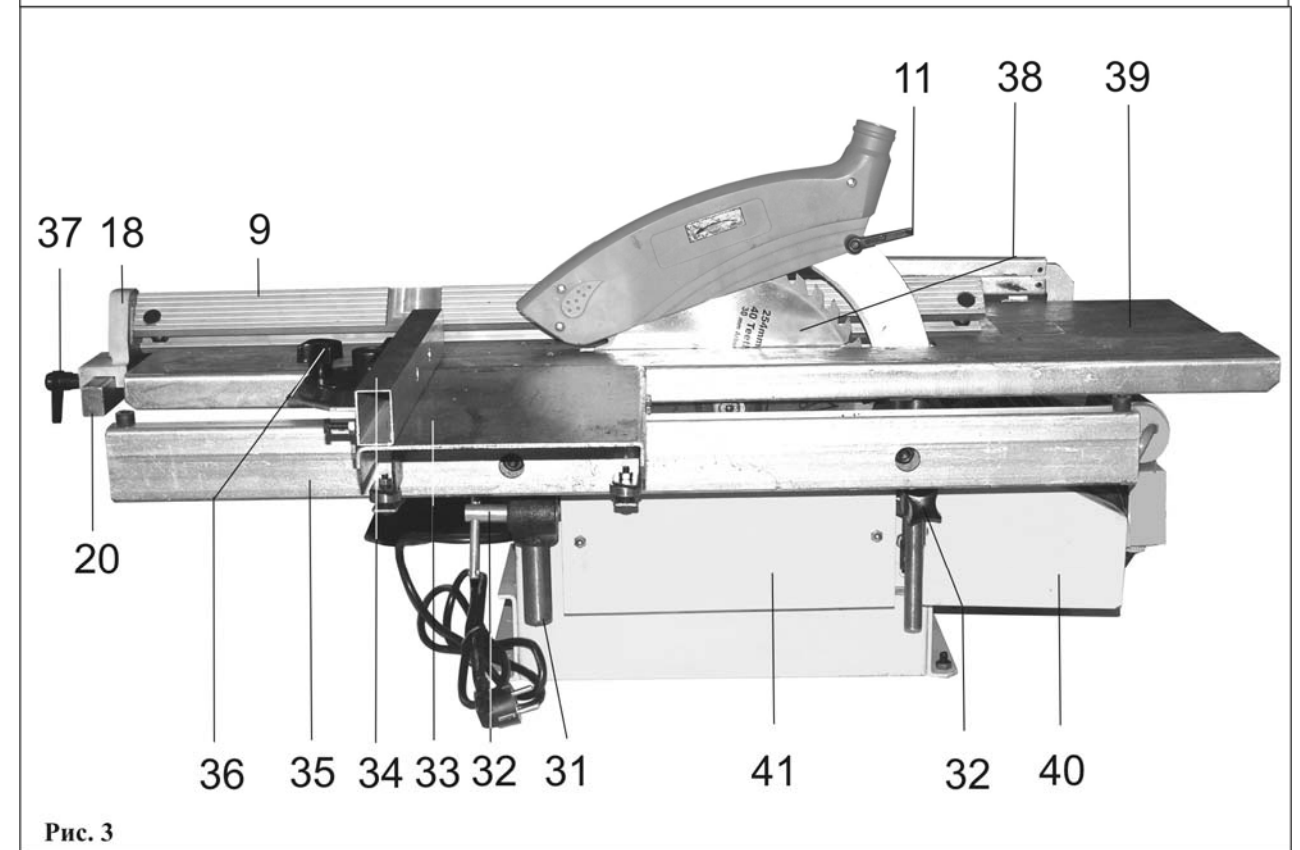

Рис. 3
8.2.1. Как показано на Рис. 3,4 ослабьте положение двух винтов фиксации (32), демонтируйте (поднимите вверх) пильный рабочий стол (39), снимите защитный кожух (41), установите и закрепите пильный диск (38). Установите и закрепите защитный кожух (41).